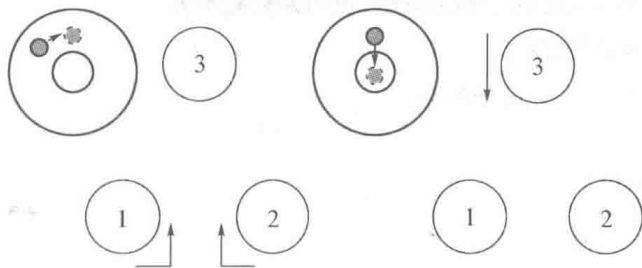

图 2-2 水准仪粗平示意图
(1) 安置水准仪脚架,注意脚架的高度及开度,确认脚架安置稳定后,将仪器安置到脚架上。
(2) 粗平:使用脚螺旋,先调整两个,双手做对称运动,再左手调整另一个,调整的原则是气泡移动方向与左手大拇指移动方向相同,如图 2-2 所示。